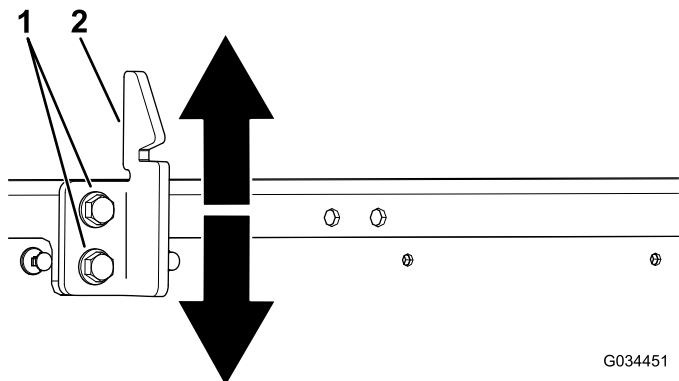

図 57
3. 荷台のラッチストライカのボルト2本をゆるめて、ストライカの上下位置を調整する 図 57。
4. ラッチストライカのボルト2本を締め付ける 図 57。